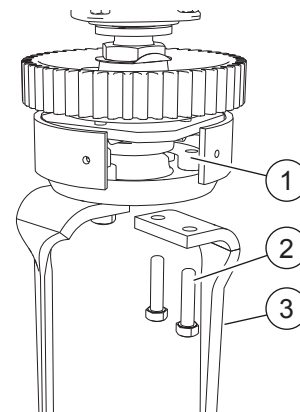

FIG. 35
- Die zwei Schrauben losdrehen (2, "Fig. 35").
- Die Sperrung entfernen (1).
- Das Seitenmesser entfernen (3).